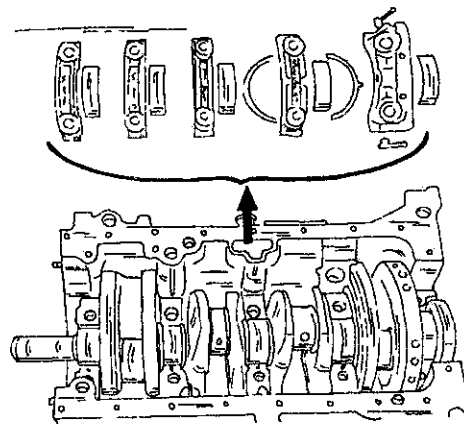

Рис. 53. Сборка крышек коренных подшипников, вкладышей подшипников и разгонных шайб на двигателе типа XU (с или без рабочих гильз цилиндров).
- Отметить керном взаимное положение крышек коренных подшипников и блока цилиндров и в направлении изнутри наружу отвернуть десять болтов крышек подшипников и снять крышки. Сразу же вынуть расположенные под ними вкладыши подшипников и собрать вместе с соответствующими крышками подшипников. На одном из подшипников (Рис. 53) снять две полушайбы, выбирающие осевой люфт. При приобретении новых вкладышей подшипников обязательно указывать год выпуска и номер двигателя, так как производились доработки вкладышей.